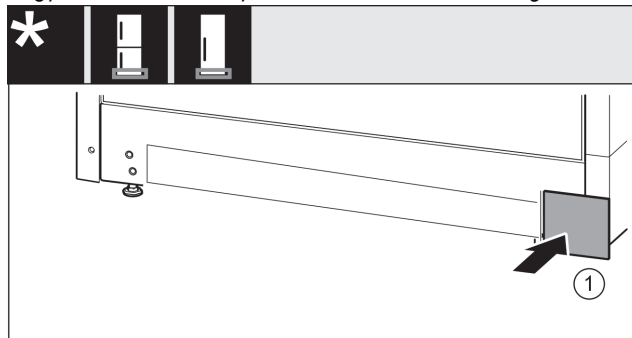

Fig. 17
- ▶ Tegye vissza a borítást a másik oldalra. Fig. 17 (1)